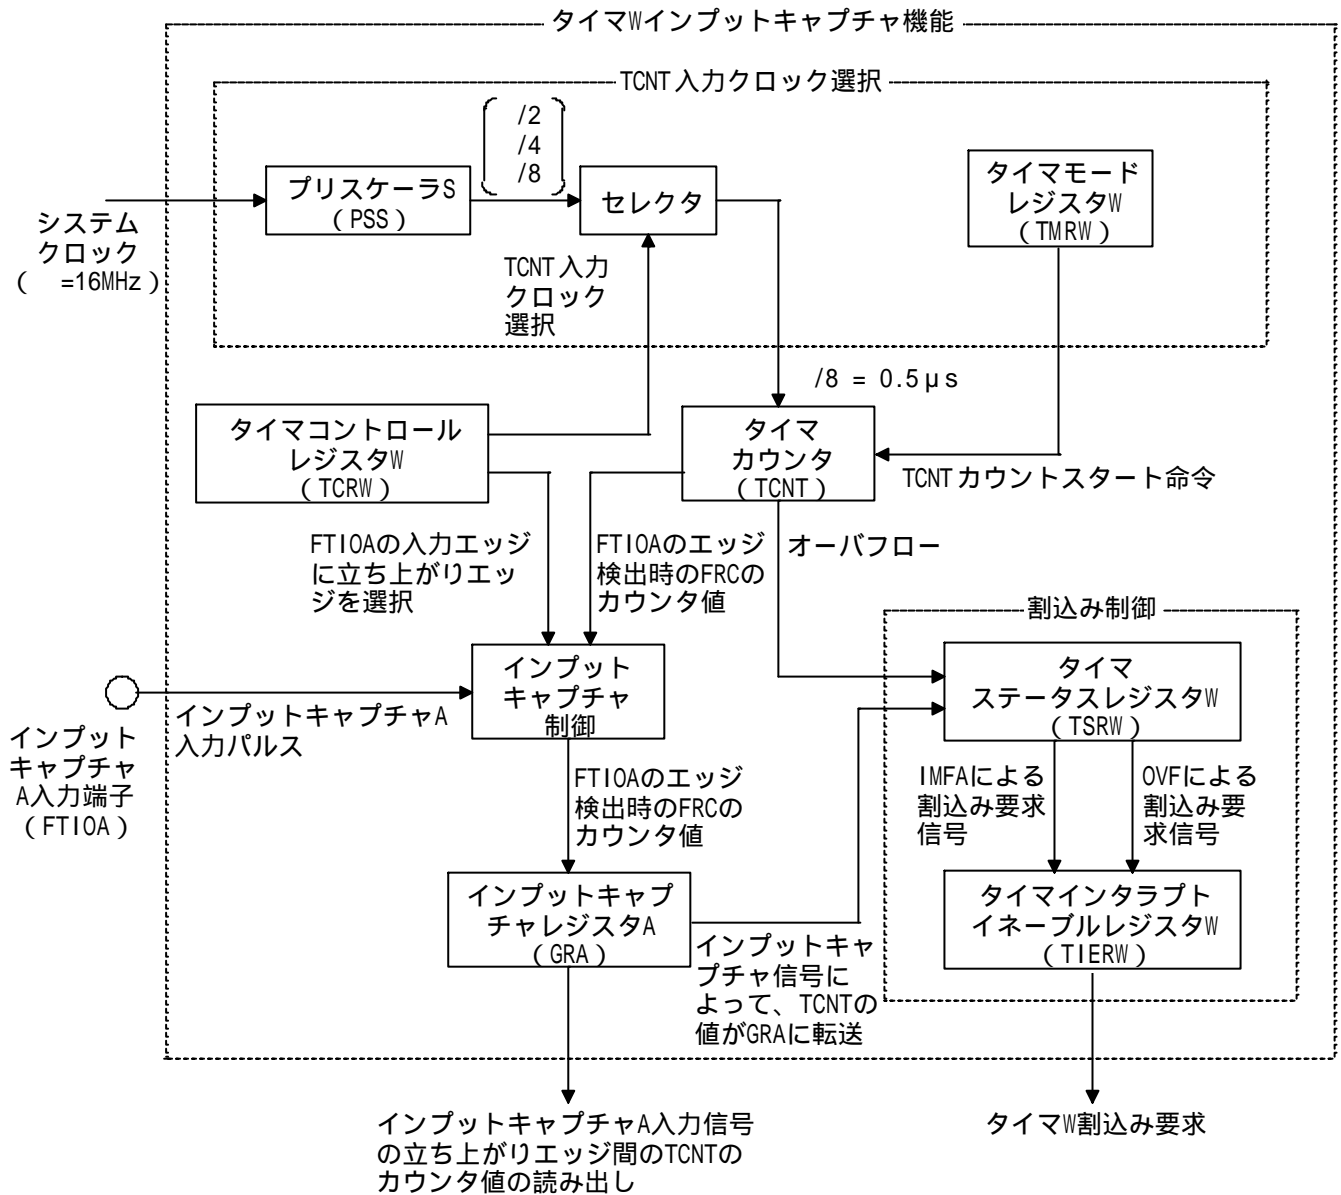

図2 タイマWインプットキャプチャ機能ブロック図
- (1) 本タスク例では、タイマWインพุットキャプチャ機能を使用して、FT10A端子に入力したパルスの周期の測定を行いません。
- (a) 図2にタイマWインพุットキャプチャ機能のブロック図を示します。以下にタイマWインพุットキャプチャ機能のブロック図について説明します。